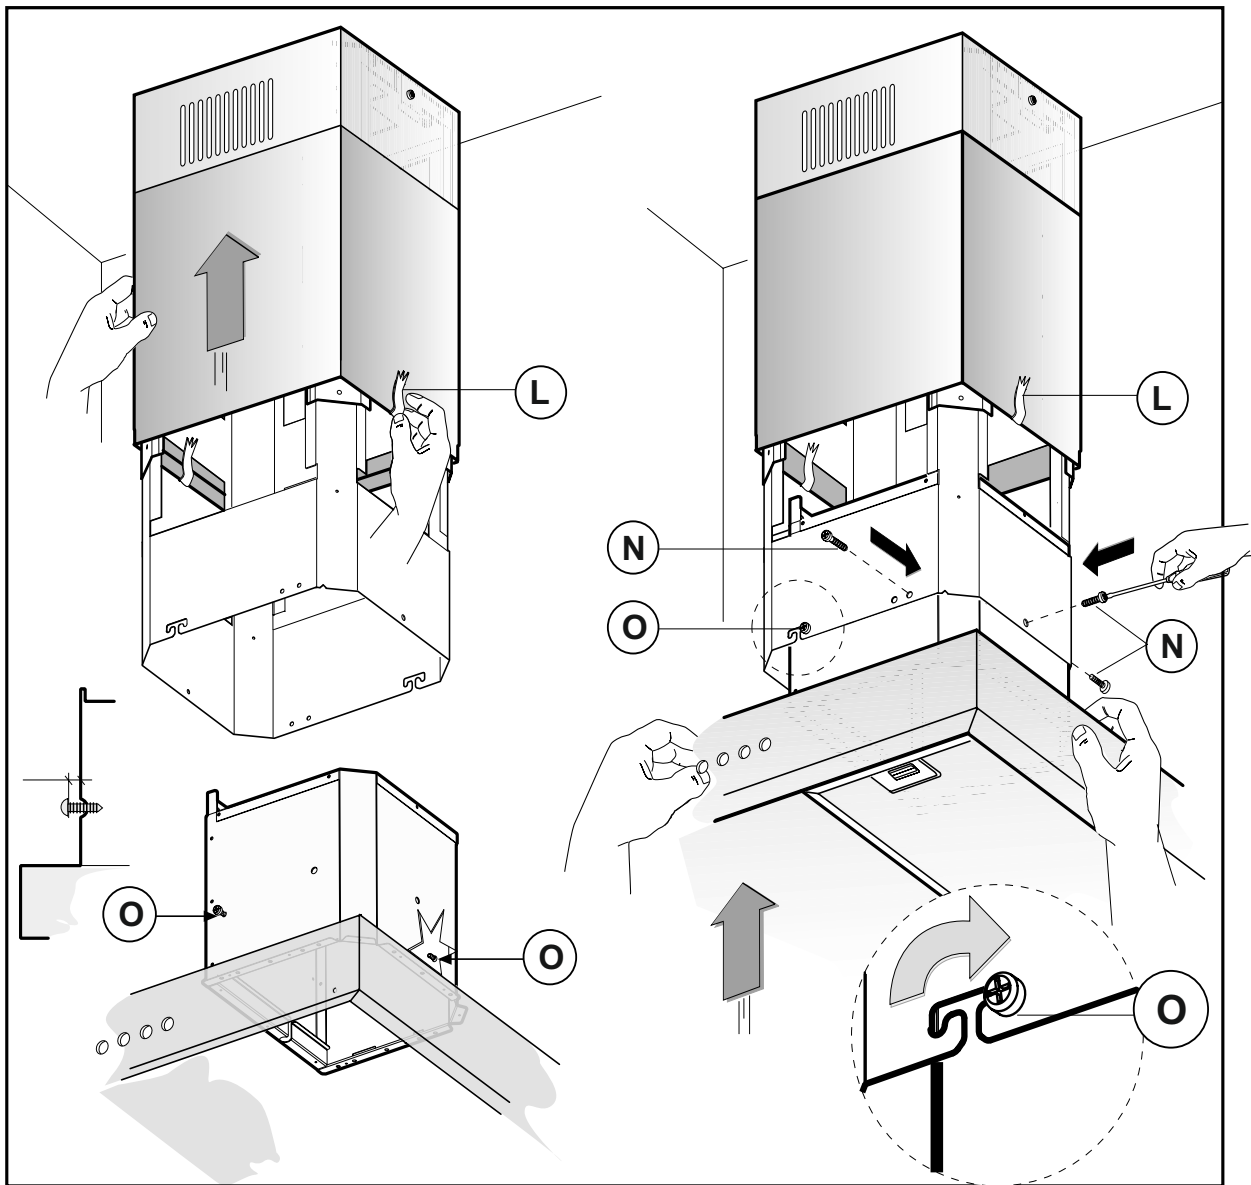

Fig.11
- 3.4.2 Työnnä hormin alaosa varovasti hormin yläosan päälle ja kiinnitä se huolellisesti tarranauhalla, jotta se pysyy väliaikaisesti ylhäällä. (Fig. 11)
- 3.4.3 Löysää kupuosan rungossa olevia 2 ruuvia niin, että ne ovat max 3 mm irti rungosta. (Fig. 11)
- 3.4.4 Asenna kupuosa kattokehikon sisäpuolelle siten, että avatut ruuvit asettuvat kehikossa olevien ruuvinkoukkujen kohdalle. Kiristä em. ruuvit ja ruuvaa lisäksi 3 ruuvilla kehikon alaosa kupuosaa kiinni. (Fig. 11)
- 3.4.5 Poista ylösnostetun hormin alaosan tarranauha ja laske se kupuosan päälle. (Fig. 11 ja 13)